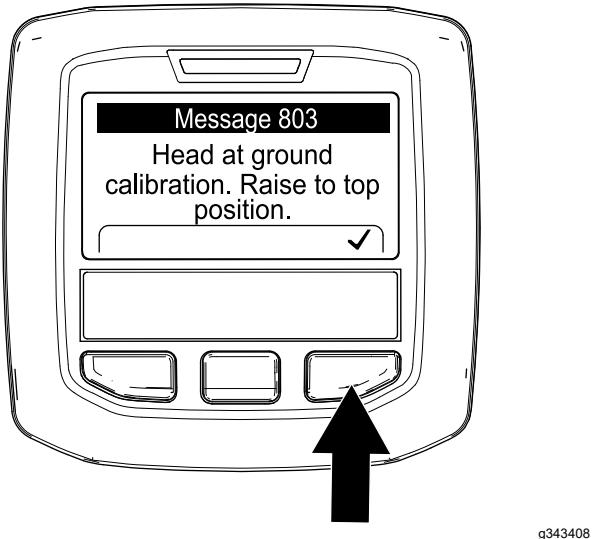

Рисунок 117
- Зубья начинают проникать в землю — нажмите правую кнопку инфо-центра (Рисунок 117) и запустите функцию Teach Ground Height (Калибровка высоты от земли); см. Запуск функции Teach Ground Height \(Калибровка высоты от земли\) (страница 41).